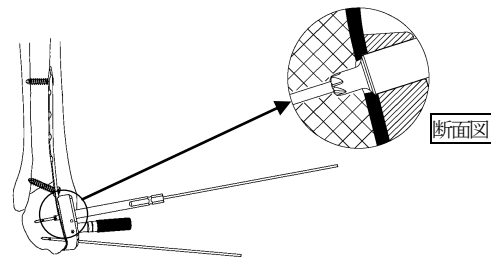

図19
- 6) 遠位用コーテックスドリルにて皮質を開窓します。(図19)